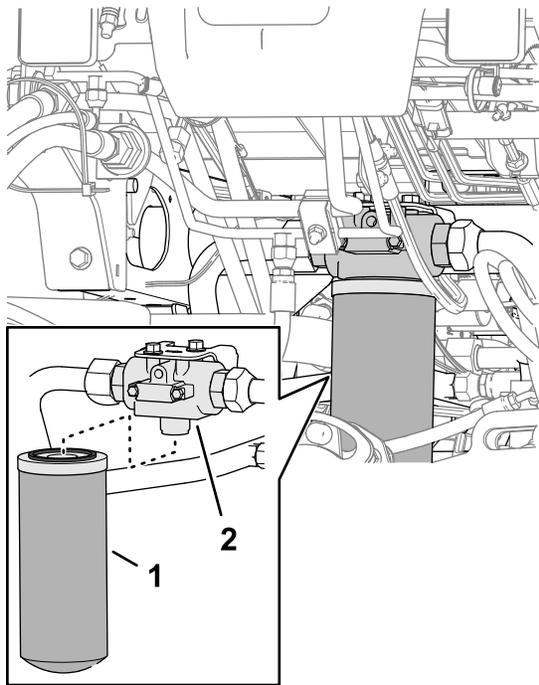

图 113
2. 在机器前面在回流过滤器下方放置一个放油盘 图 113。